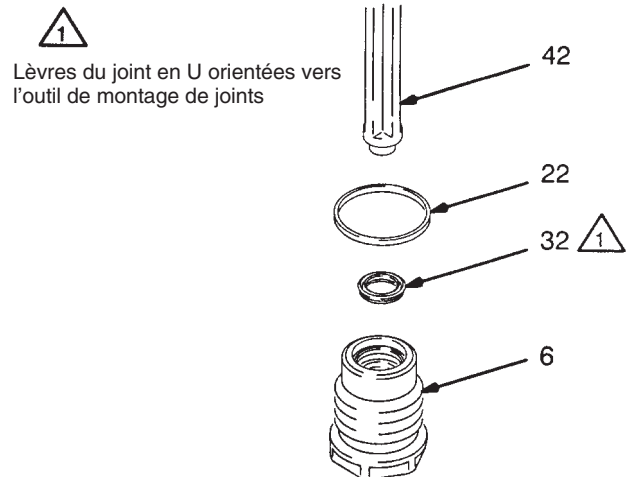

Fig. 12
10. Retirer le joint en U (32) de l'écrou de réglage produit (6). Voir la Fig. 12. Veiller à ne pas endommager la surface d'étanchéité ou les filets internes de l'écrou.
11. Monter le joint en U (32) neuf à l'aide de l'outil de montage de joint (42), lèvres orientées vers l'outil, comme illustré à la Fig. 12. Cela permettra d'appliquer une pression uniforme à tout endroit des lèvres et d'éviter qu'elles soient endommagées.
12. Enfoncer le joint en U (32) dans l'écrou de réglage produit (6) jusqu'à le sentir nettement s'encliqueter en place.
13. Monter la bague de presse-étoupe neuve (22).